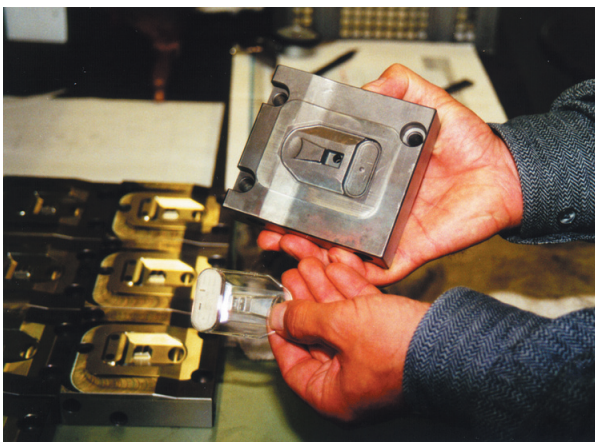

Bild 1
■ „Das Bessere ist des Guten Feind“. Die alte Weisheit trifft für Klaus Josteit genau zu: „Eigentlich waren wir mit unserer alten 2D-CAD-Software ganz zufrieden – bis wir uns mit der Volumenmodellierung auseinander setzten und die Vorzüge der 3D-Konstruktion schätzen lernten“. Der Ingenieur ist einer von drei Geschäftsführern der Geweku GmbH, Halver, die im Werkzeug- und Formenbau sowie der Kunststoffverarbeitung angesiedelt ist. Sie haben das Unternehmen 1992 gegründet und beschäftigen heute 26 Mitarbeiter, davon vier Konstrukteure. Zu den Kunden zählen Firmen aus den Branchen Maschinenbau, Elektrotechnik, Automobilindustrie sowie Medizintechnik. Die Kunden schätzen unter anderem die Zwei-Komponenten-Gießformen, **Bild 1**. Eine weitere Spezialität des Sauerländer Unternehmens ist die